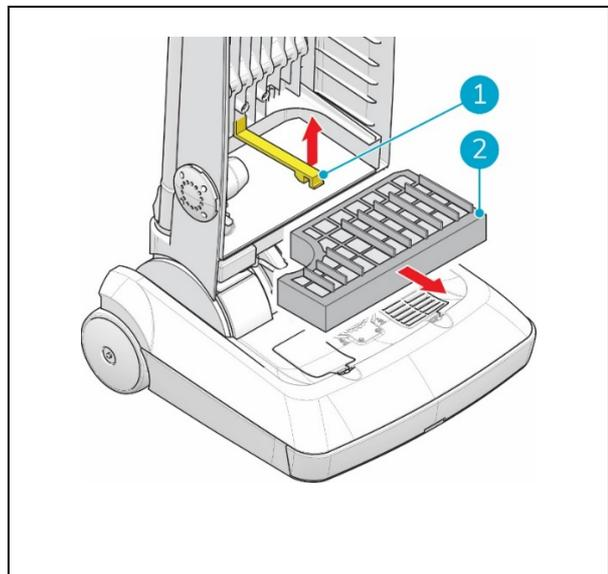

Figura 22
2. Aprire il morsetto giallo (Figura 22, pos 1).
3. Rimuovere il vecchio filtro a cassetta (Figura 22, pos 2).